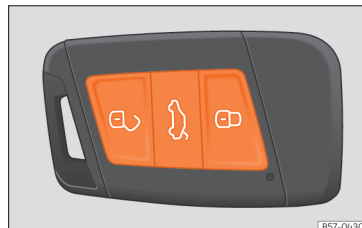

Abb. 78 Funkschlüssel: Tasten.
- Verriegeln: drücken Sie die Taste  » **Abb. 78.**